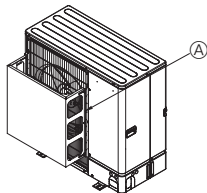

Fig. 2-5
- ② Монтирайте допълнително направляващо устройство на изхода за въздух, ако тялото е монтирано на място, където силни ветрове от тайфуни и др. могат директно да влязат в изхода за въздух. (Fig. 2-5)